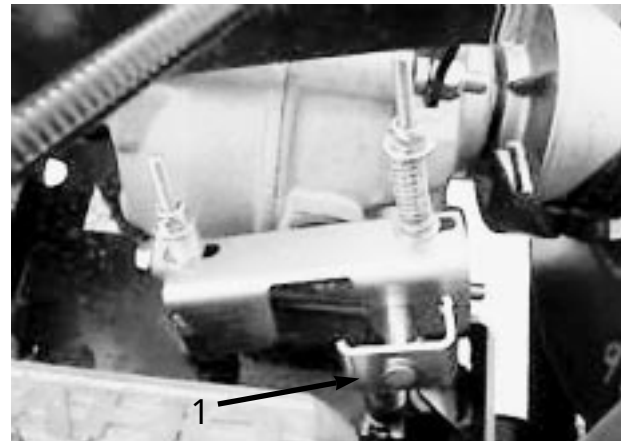

図 16
1. シフトブロックについているロッキングピン（図 16）を半回転させる。